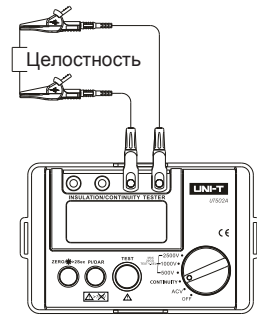

Рисунок 2
9. ИЗМЕРЕНИЕ МАЛЫХ СОПРОТИВЛЕНИЙ (см. Рисунок 2)